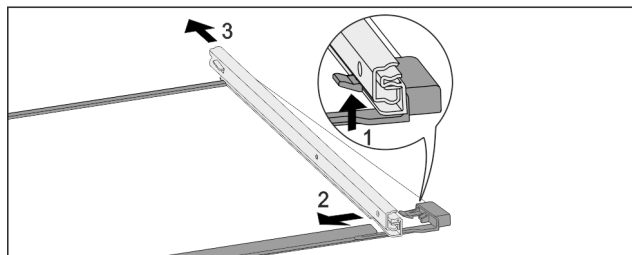

Fig. 157 带轨道的玻璃隔板
- ▶ 向上按前端的锁定钩。Fig. 157 (1)
- ▶ 将牵伸轨推向一侧 Fig. 157 (2)，然后向后 Fig. 157 (3) 推。